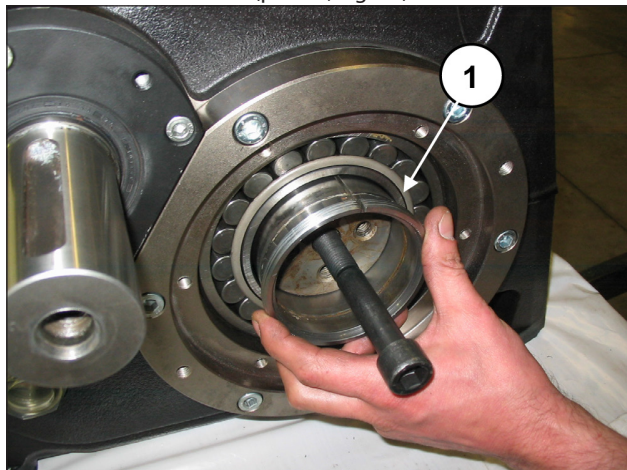

Fig. 76
Introducir parcialmente los dos casquillos de presión manteniendo el eje acodado levantado con el perno M16 montado anteriormente (pos. ①, Fig. 76).